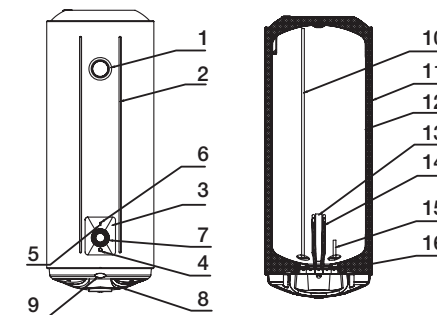

Рис. 1
1. Водонагреватели этой серии оснащены одним электрическим нагревательным элементом и могут работать в режиме полной или половинной мощности соответственно 1500 Вт или 750 Вт (водонагреватели емкостью 150 л в режиме мощности 2400 Вт или 1200 Вт). После подключения к источнику питания начнется нагрев в режиме 750 Вт (1200 Вт). Когда горит индикатор «Full power», значит включен режим полной мощности. Режим мощности регулируется нажатием кнопки «Р» (рис. 1, п.4), одновременно будут гореть лампочка нагрева (рис. 1, п.5) и индикатор полной мощности (рис. 1, п.6).
2. Режим половинной мощности выполняет нагрев в режиме энергосбережения; функция быстрого нагрева осуществляется в режиме полной мощности. С помощью ручки регулятора нагрева (рис. 1, п.7) установите требуемый уровень нагрева воды в диапазоне от min до max. Степень нагрева воды будет отображаться на шкале термометра (рис. 1, п.1). Режим «ECO» – экономичный режим, на шкале нагрева соответствует температуре 50-55 °С. Нагрев воды отключается автоматически и включается для подогрева автоматически.